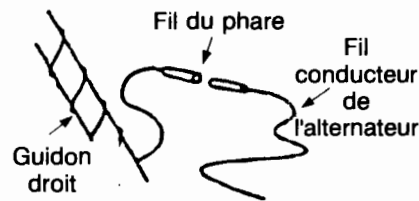

FIGURE 19
- Dans ce cas, enroulez le fil du phare le long du guidon de droite jusqu'à ce qu'il soit possible de le brancher le fil dans le fil de l'alternateur qui se trouve sous le réservoir d'essence. Voir la Figure 19. Le fil du phare ne doit pas gêner les autres commandes ou câbles.